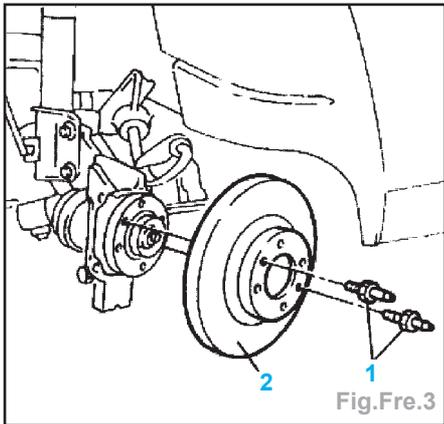

Fig.Fre.3
- Dévisser les deux axes (1) et déposer le disque de frein (2) (Fig.Fre.3).